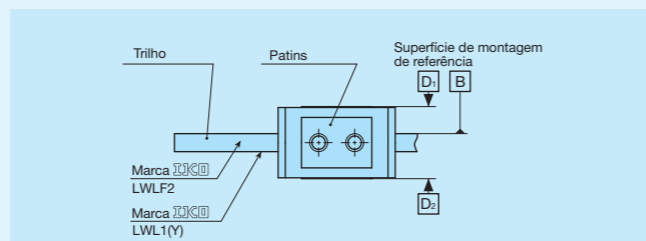
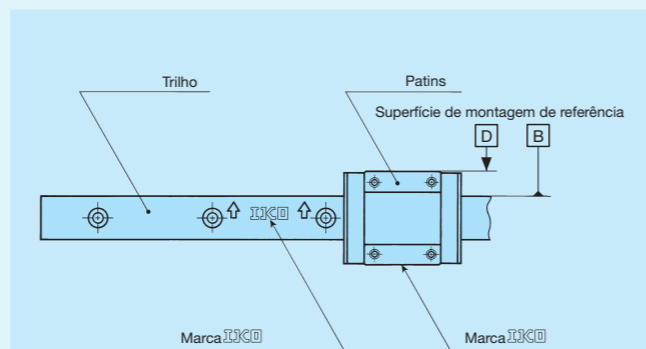

Fig. 5.1 Superfície de montagem de referência de LWL1 (Y) e LWLF2
Fig. 5.2 Superfície de montagem de referência de produtos diferentes de LWL1 (Y) e LWLF2
A superfície de montagem de referência do trilho, com exceção de LWL1 (Y), é identificada pela localização da marca  na superfície superior do trilho. É a superfície lateral acima da marca (na direção da seta). (Consulte as Fig. 5.1 e Fig. 5.2)